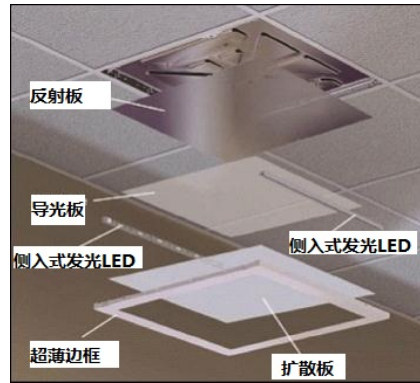
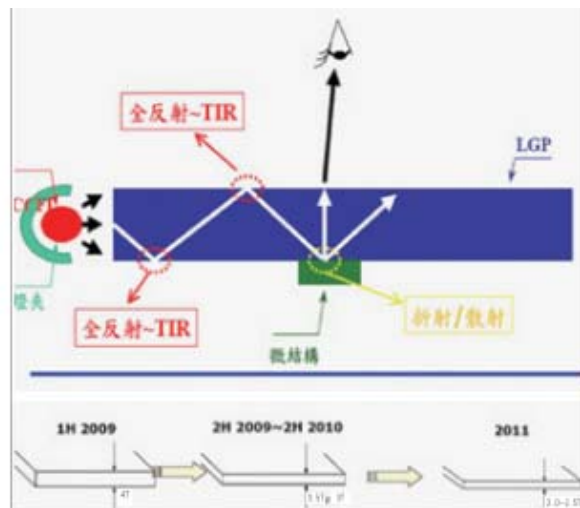

图 2 侧入式 LED 平板灯结构图
图 3 导光板的工作原理及导光板厚度变薄发展趋势示意图
-按照发光方式：主要有侧入式 LED 平板灯与直下式 LED 平板灯两种。其中，侧入式 LED 平板灯主要由边框支架、扩散板、反光板、导光板、驱动、灯条组成（如图 2）。目前主要的导光材料有 PS(Polystyrene)聚苯乙烯、PC(Polycarbonate)聚碳酸酯、PMMA(polymethyl metha crylate)（聚甲基丙烯酸甲酯）亚克力材料。导光板的工作原理及导光板厚度变薄发展趋势示意图见图 3。直下式 LED 平板灯结构与侧入式类似，只是光源均匀分布在扩散板的后面